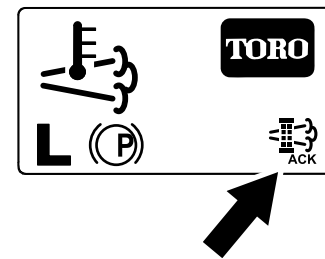

Figure 67
- L'InfoCenter affiche l'écran d'accueil et l'icône de confirmation de régénération (Figure 67) apparaît en bas à droite de l'écran pendant le processus de régénération.